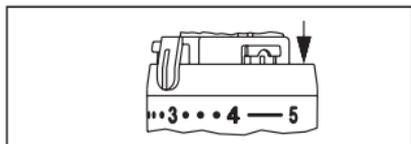

Fig. 9
- Para limitar el rango de control máximo, el segundo clip limitador debe colocarse en la ranura inmediatamente posterior a la posición "4" (fig. 9).